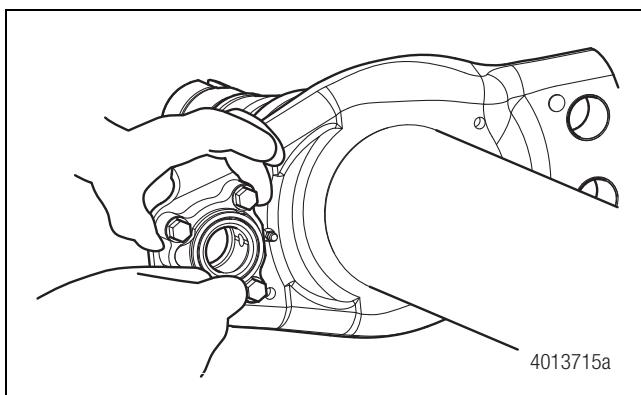

Figura 11.53
15. Coloque el portabuje apnado en su posición sobre la araña y coloque a mano los cuatro pernos de retención y las arandelas. Figura 11.53.